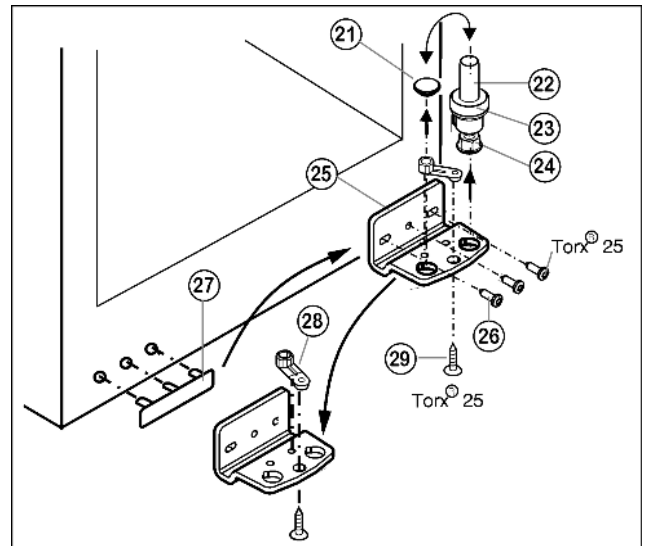

Fig. 5
- ▶ Lagerbout Fig. 5 (22) compleet met schijfje Fig. 5 (23) en stelootje Fig. 5 (24) naar boven eruit trekken.
- ▶ Stop Fig. 5 (21) eraf halen.
- ▶ Lagerbus Fig. 5 (25) losschroeven Fig. 5 (26).
- ▶ Lagerdeel Fig. 5 (28) losschroeven Fig. 5 (29) en in het tegenoverliggende opnamegat van de lagerbus omzetten en weer vastschroeven.
- ▶ Afdekking aan de greepzijde Fig. 5 (27) voorzichtig optillen en op de tegenoverliggende zijde plaatsen.
- ▶ Lagerbus Fig. 5 (25) aan de nieuwe scharnierzijde evt. met behulp van een accuschroevendraaier weer **goed (met 4 Nm)** vastschroeven.
- ▶ Stop Fig. 5 (21) weer in het andere gat aanbrengen.
- ▶ Lagerbout Fig. 5 (22) compleet met schijfje en stelootje weer aanbrengen. Er daarbij op letten, dat de sluitnok naar achter wijst.